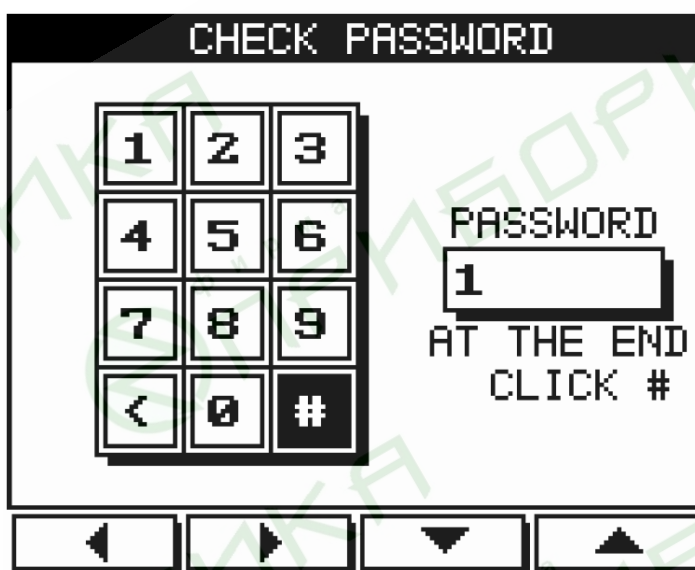

Рис. 11
5. С помощью кнопок F1, F2, F3, F4 переместите курсор на кнопку # (рис. 11) и нажмите «Enter»;